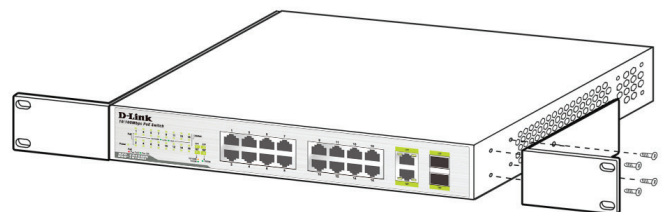

Рис. 3. Прикрепление монтажных уголков
1. Прикрепите монтажные уголки к боковым панелям коммутатора (как показано на **Рис. 3**) и закрепите их винтами, которые входят в комплект поставки.